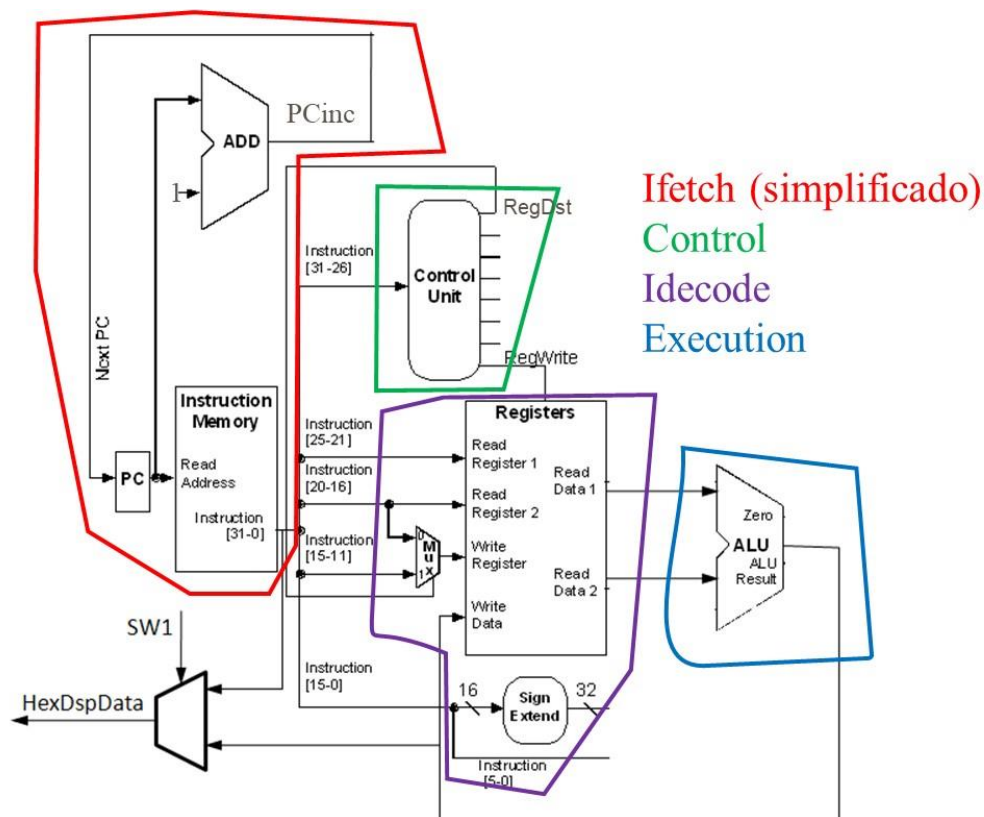

Figura 4 – Projeto MIPS parcial
A Figura 4 mostra a interligação dos componentes (entidades) para formar o MIPS nesta fase. Um multiplexador foi adicionado na saída a ser ligada no display de LCD para poder selecionar a visualização da instrução ou do resultado da Unidade Lógica Aritmética (ALU_Result), ou seja, até o momento, da soma.
- Complemente os arquivos VHDL: *Exp02*, *Control*, *Idecode* e *Execute* seguindo as Figuras de 1 a 4 e as instruções abaixo. Não se esqueça de editar o Exp02 conforme mostra a Figura 4.
Interligue os componentes novos (Control, Idecode e Execute) à entidade principal, crie e use sinais internos (SIGNAL) para isto, conforme Figura 4. **Adicione um multiplexador à entidade TLE (Exp02) tal que possa selecionar o que apresentar no display de LCD: instrução ou resultado da soma (ALUResult).** Adicione um sinal de I/O (PORT) para o InstrAlu (SW1) como seletor deste multiplexador.